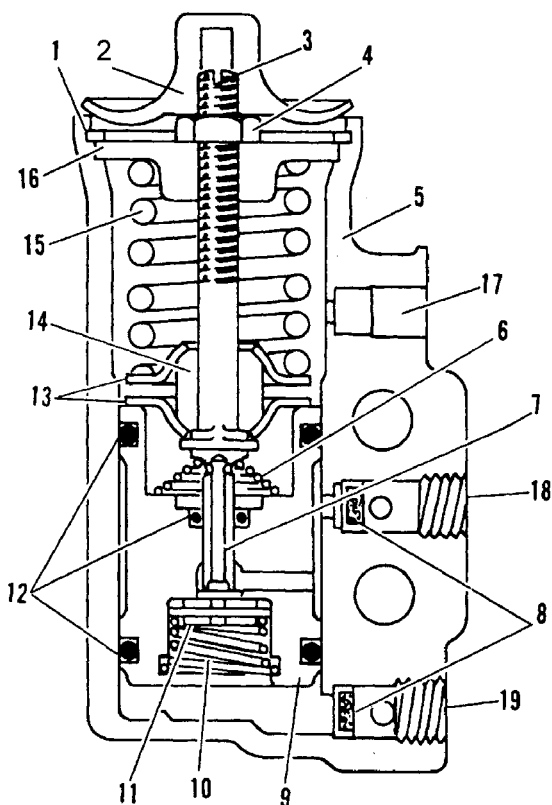

Рис. 4.4. Регулятор давления воздуха
Сжатый воздух из воздушного баллона (20) поступает в регулятор давления (2) по каналу (19, Рис. 4.4.), нажимает на поршень (9), который в свою очередь нажимает на пружину (15). Если давление воздуха в воздушном баллоне (20, Рис. 4.1.) достигнет значения отсечного давления, на которое отрегулирован регулятор, то толкатель (7, Рис. 4.4.) упрется в регулировочный винт (3), что приведет к открытию клапана (11). В таком случае сжатый воздух начнет поступать из воздушного баллона (20, Рис. 4.1.) через клапан (11, Рис. 4.4.) и поршень (9) в канал (18), а из этого канала он направится к разгрузочному клапану компрессора. В результате воздействия этого сжатого воздуха разгрузочный клапан откроется (включится) и воздух, засасываемый в компрессор, будет вновь выталкиваться в атмосферу.
8. ПРОВЕРКА И РЕМОНТ (Рис. 4.4.)
4. Проверить работу поршня (9) в цилиндре. Если причиной неисправности являются неустраняемые повреждения, такие, как задиры, износ или глубокие риски, то поршень следует заменить.
5. Если при регулировке рабочих давлений регулятора возникли трудности, то необходимо заменить пружину (15) и произвести регулировку отсекающего и включающего давлений в порядке, изложенном в настоящем разделе в пункте «РЕГУЛИРОВКА РЕГУЛЯТОРА ДАВЛЕНИЯ ВОЗДУХА».
9. РЕГУЛИРОВКА РЕГУЛЯТОРА ДАВЛЕНИЯ ВОЗДУХА (Рис. 4.4.)